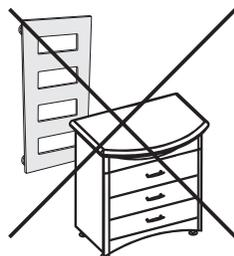

Рис.2
- 4.13. Запрещается размещать перед дизайн-радиатором мебель или другие предметы, которые способны создать помеху свободной циркуляции воздуха вокруг дизайн-радиатора (рис. 2).